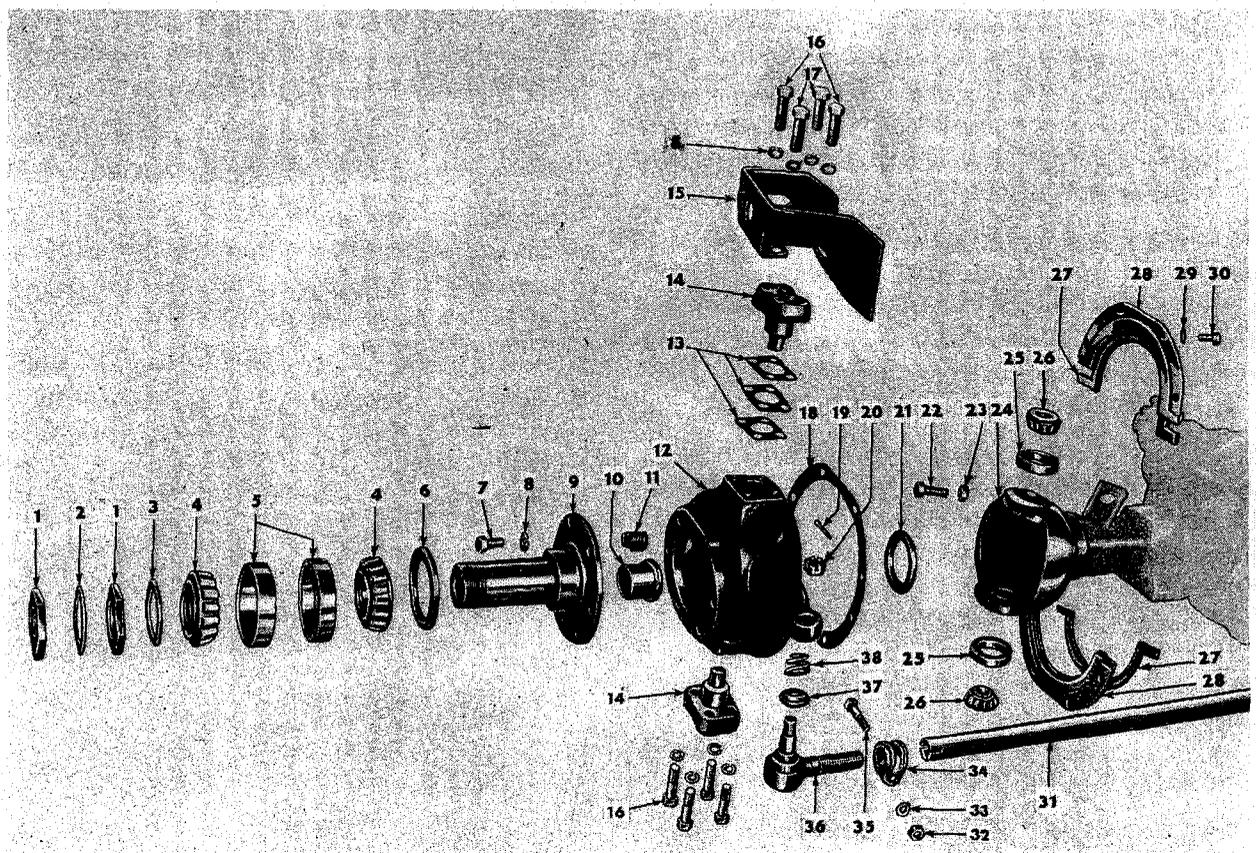

Fig. 201 Achsschenkel und Radlager - spätere Modelle
6. Löse das Sicherungsblech, Nr. 2 in Fig. 201, und entferne die äußere Mutter, das Sicherungsblech, die Einstellmutter und die innere Scheibe. Verwende für das Lösen der Mutter den Schlüssel W - 144, Fig. 194.
9. Entferne den Antriebsflansch, Nr. 9 in Fig. 201.
3. Montiere den Mitnehmerflansch, Nr. 9 in Fig. 201.
1. Entferne die acht Schrauben, mit der die Fassung des Dichtringes an Gehäuse gehalten wird. Siehe Nr. 28 in Fig. 201.
BEACHTE: Beim Modell CJ - 3A wurde eine Abstandscheibe von „058“ = 1,47 mm auf die untere Stirnfläche des Achsschenkelauges eingesetzt, womit die Abstandscheiben für das untere Drehzapfenlager eliminiert wurden. Das Einstellen des Lagerspiels geschieht nunmehr nur noch durch das Einsetzen von Abstandscheiben zwischen Achsschenkel und oberem Drehzapfendeckel. Siehe Fig. 201.
Die Dichtringhälften, Fig. 201, Nr. 27, können leicht ersetzt werden, indem die acht Schrauben, die den Dichtring in der Lage halten, entfernt werden. Vor dem Einbau des neuen Dichtringes ist die kugelförmige Fläche der Achse auf Kerben und Risse hin zu prüfen, die den Dichtring ja zerstören könnten. Unebenheiten sollten mit Schmirgeltuch ausgeglättet werden.